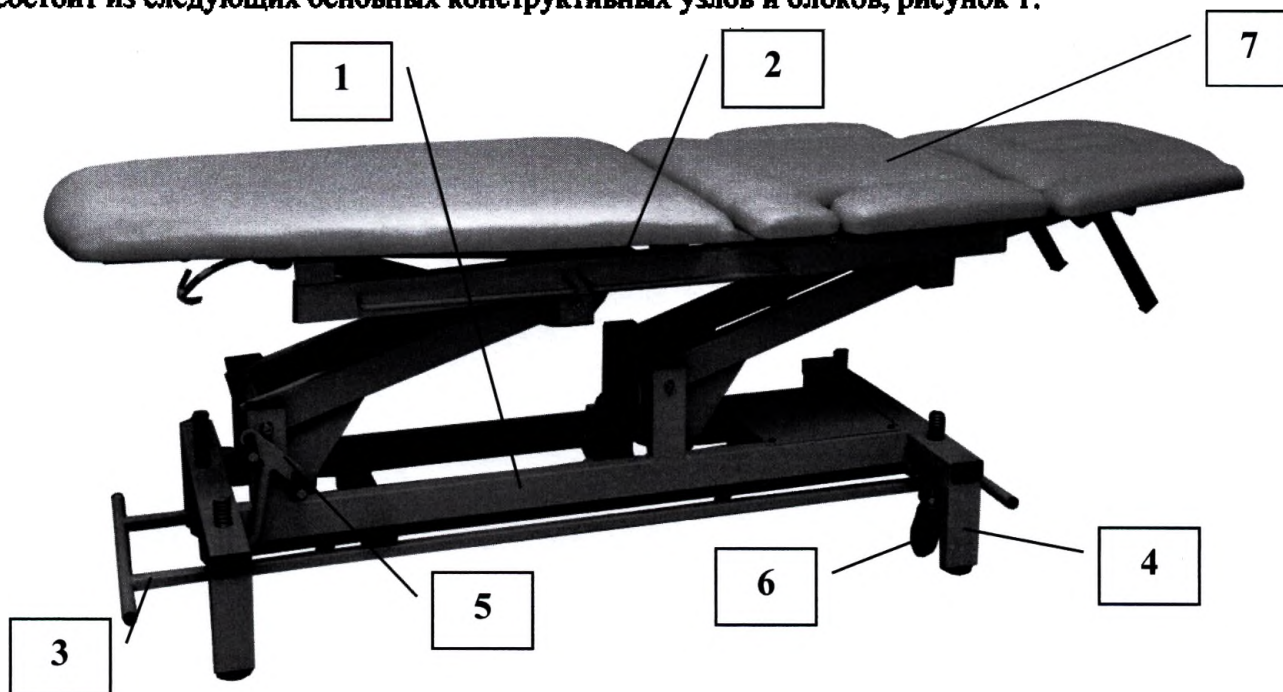

Рисунок 1 – Внешний вид стола массажного 7-ми секционного двухмоторного (вид сбоку)
5.3 Конструкция столов выполнена из сварных стальных окрашенных профилей и состоит из следующих основных конструктивных узлов и блоков, рисунок 1:
5.3.1 Нижняя рама стола (рисунок 1 поз.1) представляет собой базовое несущее основание стола.
5.3.2 На нижней раме в торцах стола смонтированы узлы механического переключения, с помощью рычага, (рисунок 1 поз.5) типа опоры стола:
- четыре стационарные ножки (рисунок 1 поз.4) со встроенными винтовыми опорами, позволяющими компенсировать неровности пола (базовый режим эксплуатации стола).
- четыре ходовых колеса (рисунок 1 поз.6). (режим транспортирования стола).
5.3.3 На нижней раме смонтирован рамный переключатель регулировки высоты ложа стола с помощью электропривода (актуатора) (рисунок 1 поз.3), который регулирует высоту стола путём его толкания вперёд/назад.
5.3.5 Верхняя рама стола (рисунок 1 поз.2), представляет собой плоскость для крепления ложа стола (рисунок 1 поз. 7).